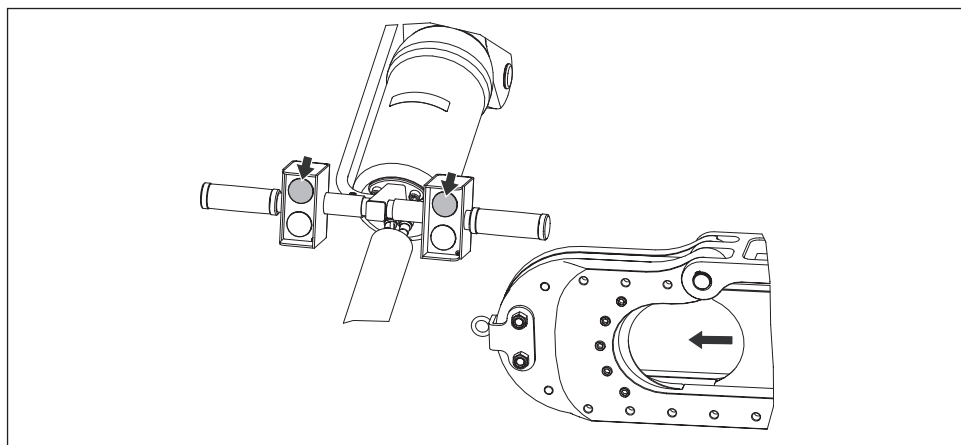

図9:操作 - 前進／切断
- 両方の**advance** (前進) プッシュボタンを押し続けると、ピストンが前進し、可動ブレードが前方へスライドします。図9を参照してください。